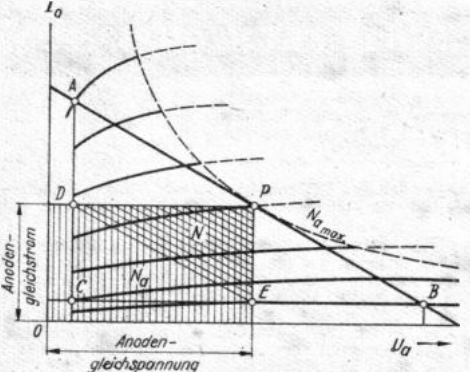

Bild 40. Gleich- und Wechselstromleistung einer Röhre im Kennlinienfeld
3. Aus Anodenspannung und Anodenleichstrom ergibt sich die von der Röhre verbrauchte Leistung $N_a = U_a \cdot I_a$. Sie darf einen bestimmten Wert $N_{a \max}$ nicht überschreiten, sonst wird die Röhre überlastet. Werte mit gleichem $N_{a \max}$ werden nach Bild 40 durch eine Kurve, die Leistungsparabel, dargestellt. Alle Arbeitspunkte, die auf dieser Kurve liegen, sind zulässig. Röhren vertragen also
4. Die Röhre erzeugt eine Wechselstrom- oder Sprechleistung N . Sie ergibt sich bildlich als Dreieck DEP in Bild 40. Die günstigste Sprechleistung bei geringsten Verzerrungen ergibt sich bei einer bestimmten Steigung der Arbeitsecklinie R_a , d. h. bei einem bestimmten Verhältnis des Außenwiderstandes R_a zum Innenwiderstand R_i . Das Verhältnis ist bei Trioden und Pentoden verschieden. Gleichstromleistung N_a , Wechselstromleistung N und günstigster Außenwiderstand R_a für Endröhren sind in den üblichen Röhrentabellen enthalten.